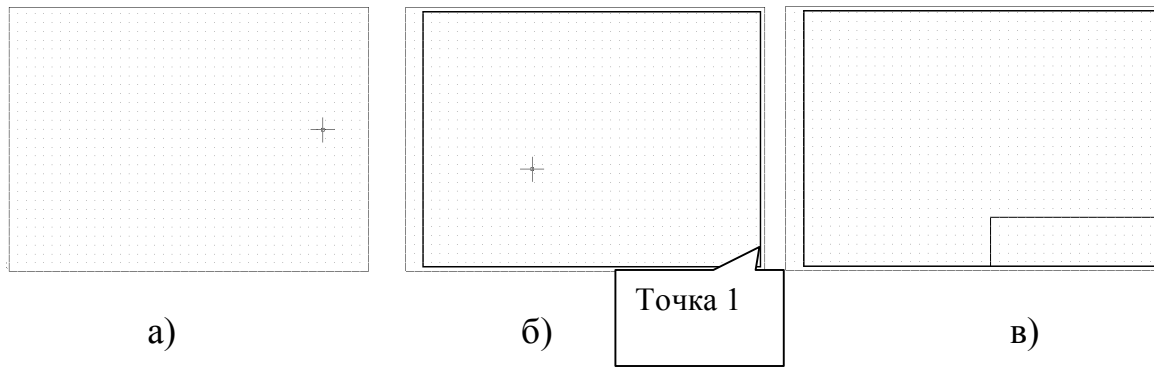

Рисунок 1.1 Задание границ формата А3 и основной надписи.
(рисунок 1.1 б);
- переместить мышь вправо и ввести с клавиатуры 185 и дважды нажать клавишу Enter. Результат построения показан на рис. 1.1 в.